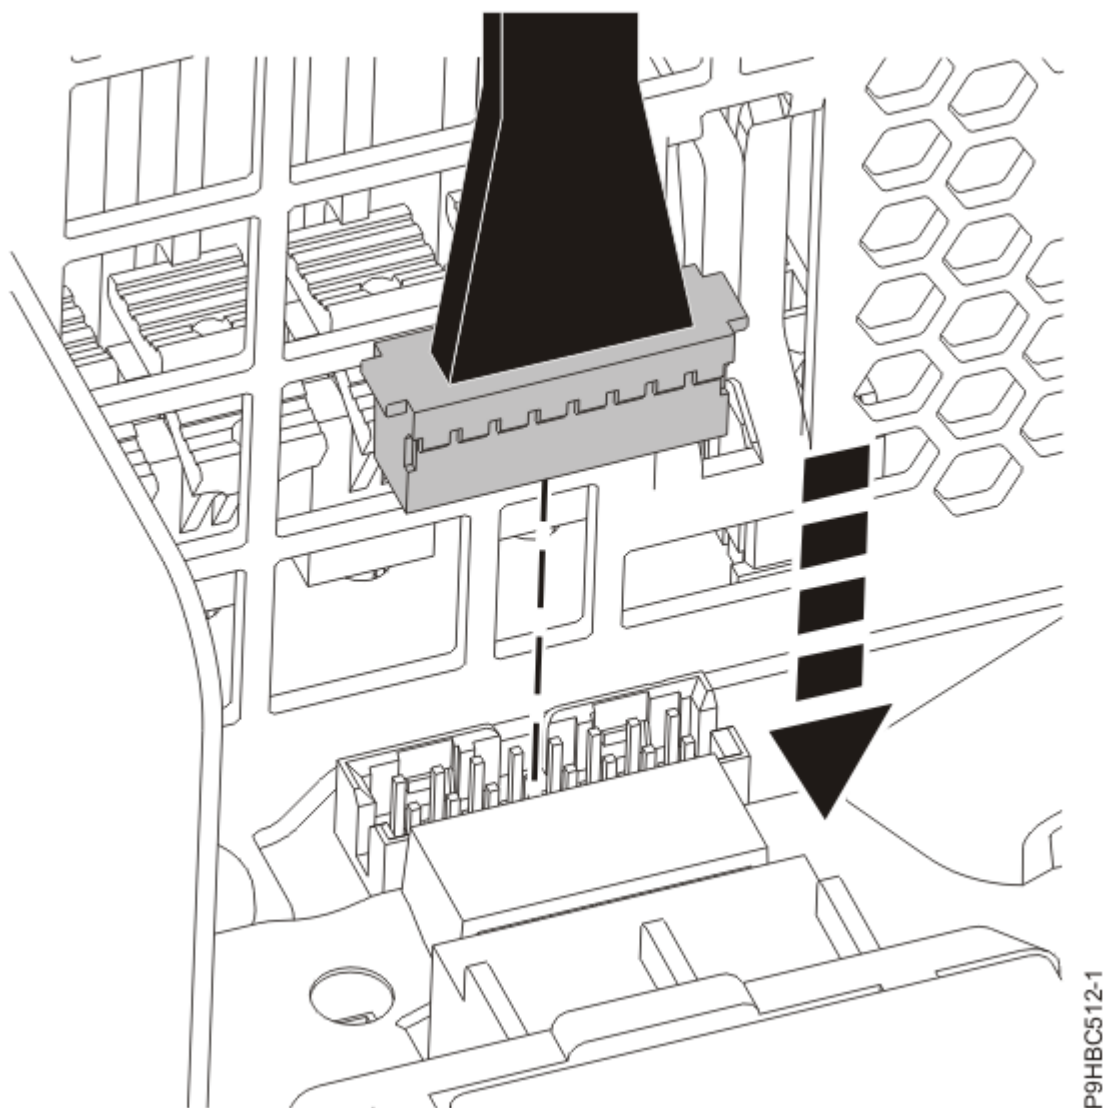

図 81. ラック・マウント型システムのシステム・バックプレーンへのコントロール・パネル・ケーブルの接続
8. コントロール・パネル・ケーブルをシステム・バックプレーンに接続します (85 ページの図 81 または 86 ページの図 82 を参照)。